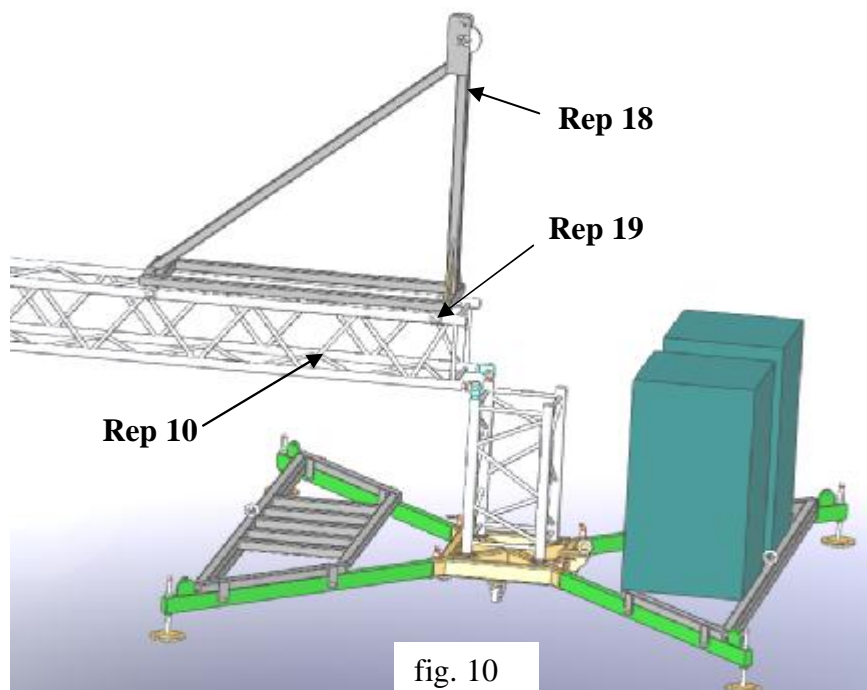

fig. 10
a) Positionner et fixer le châssis de relevage (rep 18) sur le mât 2 (rep 10) à l'aide des colliers (rep 19), (fig.10).